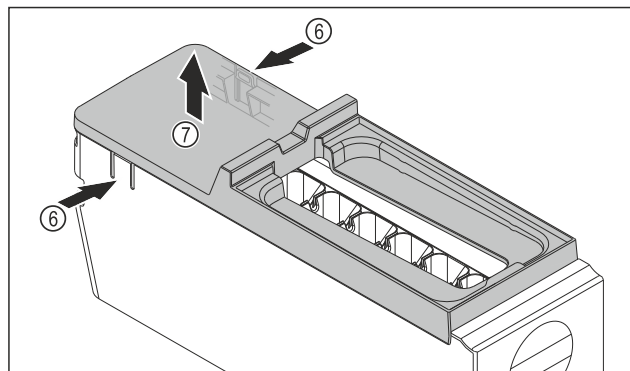

Fig. 142
- Fjern dekelet til hoveddelen til EasyTwist-Ice: Trykk på tappene Fig. 142 (6) på begge sider av hovedenheten til EasyTwist-Ice- med én hånd.
- Fjern dekelet Fig. 142 (7) ved å trekke det oppover med den andre hånden.